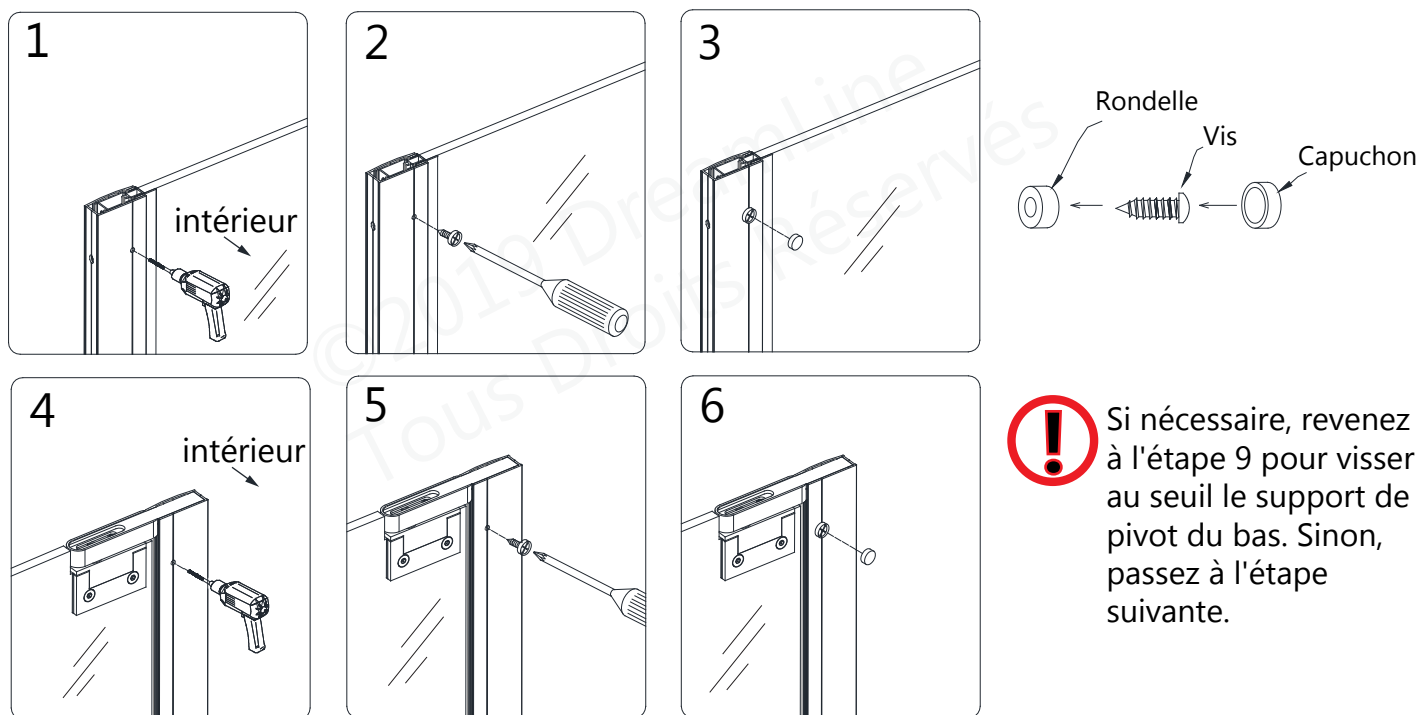

Fig 15
15. Après avoir effectué les derniers ajustements et mis au niveau le montage de la porte et des profils, percez des trous dans les **Profils Pour Vitre (N° 02 et N° 04)** à travers les perforations pré-usinées des deux **Profils Muraux (N° 01 et N° 05)** avec une mèche de **1/8 po Ø (3 mm)**. (Fig 15)